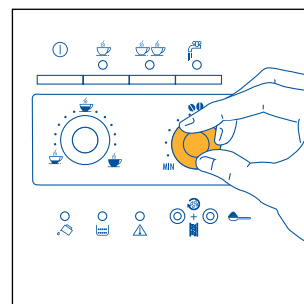
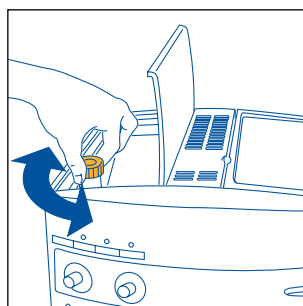

Рис. 7
Рис. 17
- 2) Поверните правую ручку, рис. 7, для установки необходимого количества молотого кофе. Чем больше вы поворачиваете ручку по часовой стрелке, тем большее количество зерен кофе будет помолото и тем крепче будет приготовленный кофе. При первом использовании необходимо путем проб приготовить несколько чашек кофе, чтобы определить правильное положение ручки. Будьте внимательны и не поворачивайте ручку по часовой стрелке слишком сильно, так есть вероятность получить слишком медленное вытекание готового кофе (каплями), особенно, если вы готовите две чашки кофе.
Примечание 1: Если кофе выходит каплями или не выливается весь, необходимо повернуть ручку регулировки помола, рис. 17 на один щелчок по часовой стрелке, см. пар.6. Поворачивайте ручку постепенно на один щелчок до получения удовлетворительной подачи кофе.
ПРИМЕЧАНИЕ 2: если кофе выливается слишком быстро и пенка на кофе неудовлетворительная, поверните немного по часовой стрелке правую ручку, рис. 7. Путем проб приготовьте несколько чашек кофе, чтобы определить правильное положение ручки. Будьте внимательны и не поворачивайте ручку по часовой стрелке слишком сильно, так есть вероятность получить слишком медленное вытекание готового кофе (каплями), особенно, если вы готовите две чашки кофе. Если посл нескольких чашек кофе не удастся добиться удовлетворительной пенки, поверните так же ручку регулировки помола, рис. 17, против часовой стрелки на один щелчок (см. пар. 6).
ПРИМЕЧАНИЕ 8: со временем при износе кофемолки кофе будет вытекать слишком быстро и не будет иметь пенки, так как помол станет крупнее. Для решения этой проблемы необходимо отрегулировать степень помола кофеварки, повернув ручку регулировки степени помола, рис. 17, против часовой стрелки на один щелчок (как описано в гл. 6).
Кофемолка не должна подвергаться регулировке (по крайней мере вначале), так как уже отрегулирована на заводе для обеспечения правильной подачи кофе. Тем не менее, если после первых чашек кофе выливание кофе будет слишком быстрым или медленным (каплями), необходимо произвести коррекцию при помощи ручки степени помола кофе, рис. 17. После поворота ручки по часовой стрелке на один щелчок (равный одной цифре), кофе выливается из кофеварки быстрее (не капая).